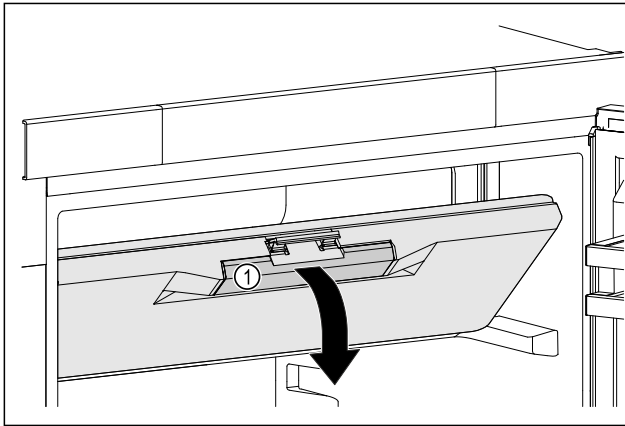

Fig. 51
- Saisir la porte du congélateur par la poignée encastree Fig. 51 (1).